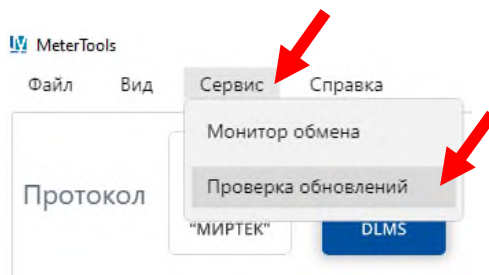

Рисунок 1.4 – Функция проверки обновления в ПО «MeterTools».
1.2.2 После установки рекомендуется проверить обновление, нажав *Сервис* → *Проверка обновлений* (рис. 1.4).